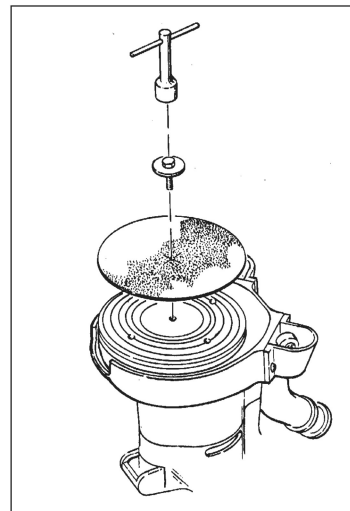

Figure 3
1. Retirer la vis et la bride retenant l'abrasif. Centrer l'abrasif sur le patin, fixer la bride et visser la vis (Figure 3).